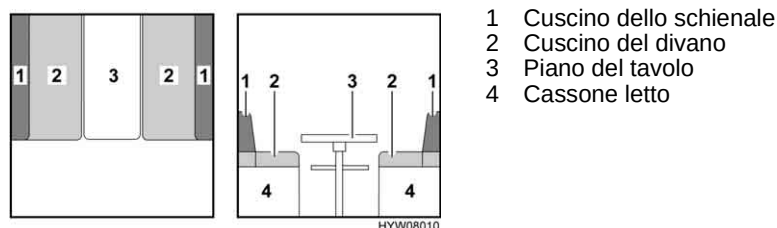

Fig. 99 Prima della trasformazione
- Sollevare leggermente il piano del tavolo (Fig. 99,3) in avanti.